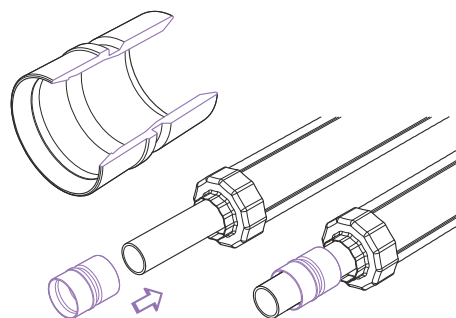

Рис. 4.5.3
4. Надеть гильзу подвижную на напорную трубу внутренней фаской к торцу напорной трубы (рис. 4.5.3).